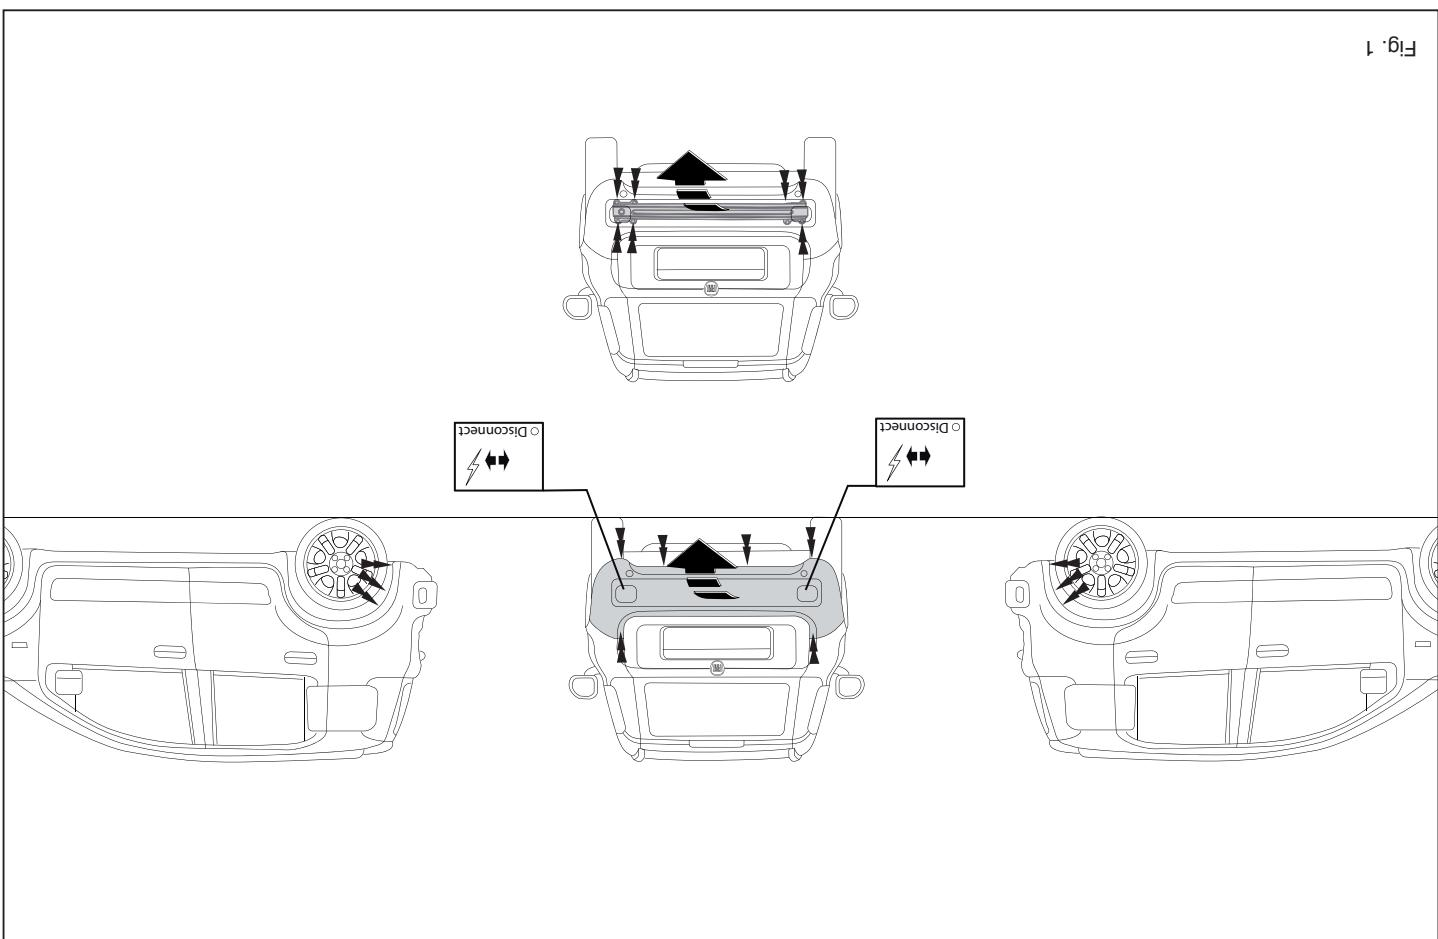

Fig. 1
1. Die Stoßstange einschließlich des stählernen Stoßbalkens vom Fahrzeug abmontieren. Der Stoßbalken wird nicht mehr benötigt. Siehe Abbildung 1.
1. Déposer le pare-chocs du véhicule y compris la traverse en acier ; la tra-verser ne sera plus utilisée. Voir la figure 1.
2. Retirer le mastic ou la cire qui se trouve sur les surfaces de contact de l'attache-remontrude avec la figure 1.
- Demonter kofangeren, inklusive køretøjets stålstødbjælke. Denne bliver overflodig. Se fig. 1.
- Снять бампер вместе со стальным буферным бруском автомобиля; буферный брус больше не понадобится. См. рисунок 1.